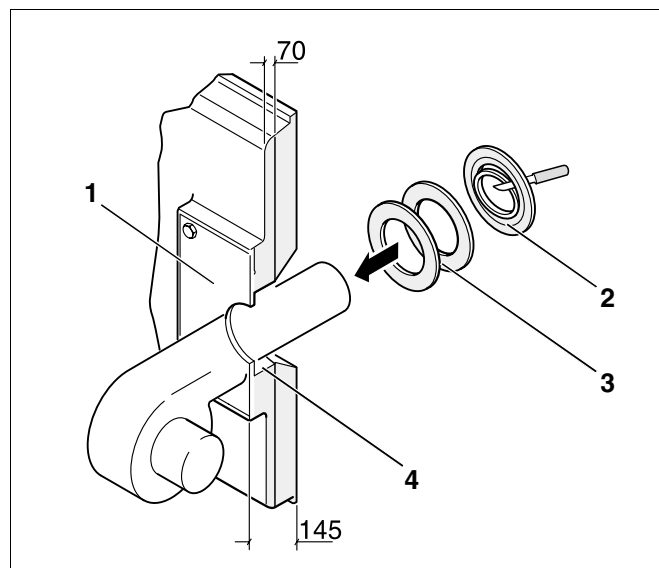

Fig. 32 Montage – Brûleur
- Perforer ou découper à l'autogène la plaque brûleur en acier (fig. 32, **pos. 1**) sur le chantier en fonction du diamètre de la tête du brûleur (\varnothing maxi. 270 mm). Percer des trous pour la fixation du brûleur selon le gabarit de perçage de la bride de raccordement du brûleur.
- Découper les anneaux d'isolation suivant le diamètre du tube du brûleur (fig. 32, **pos. 2**).
- Comblers le vide entre l'isolation de la porte du brûleur et le tube du brûleur (fig. 32, **pos. 4**) avec les anneaux isolants appropriés (fig. 32, **pos. 3**).